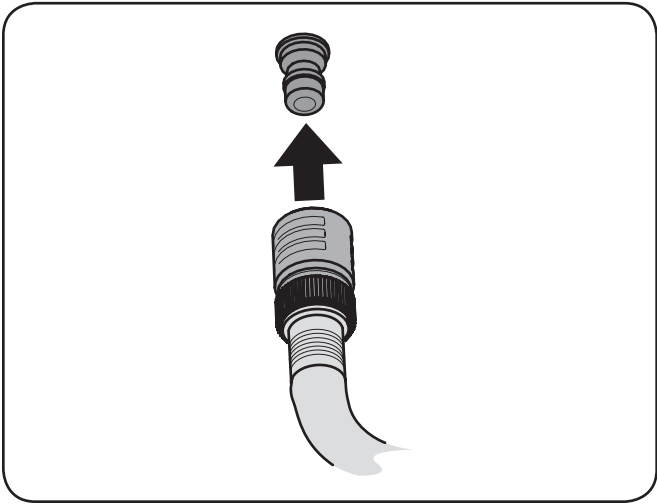

Figure 6-2
3. Attachez le raccord pour boyau d'arrosage à l'orifice aménagé sur la surface du plateau de coupe. Voir la Figure 6-2.